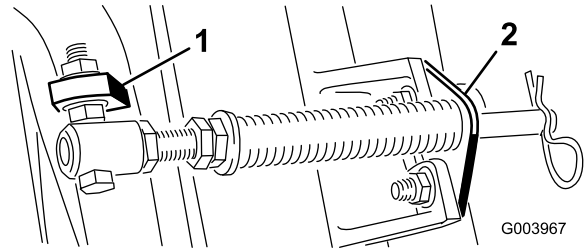
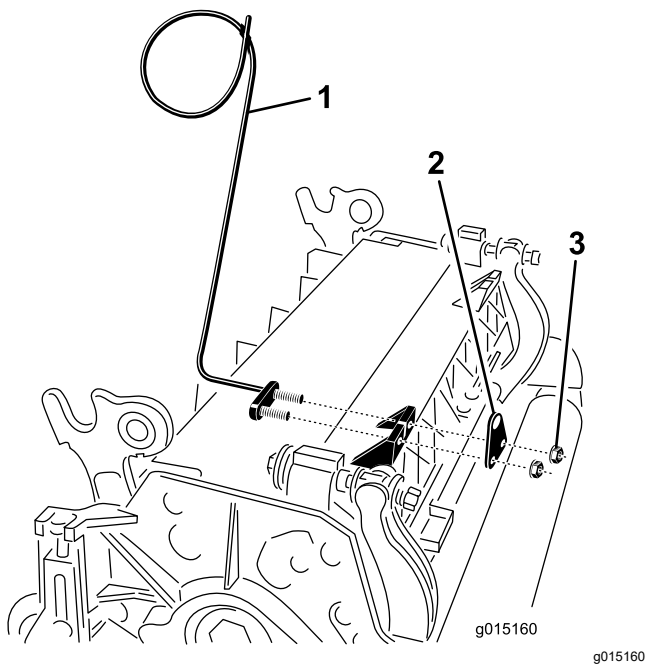

図 11
図 13
注 ボルトは、図 11に示すように、頭部が外側にくるように取り付ける。
- E. カッティングユニットのタブにロッドブラケットを取り付け、キャリッジボルト2本とナットで固定する(図 11)。ロッドブラケットの再取り付けを行うときに、カッティングユニットのタブの前に、左ホースガイドを取り付ける(図 13)。